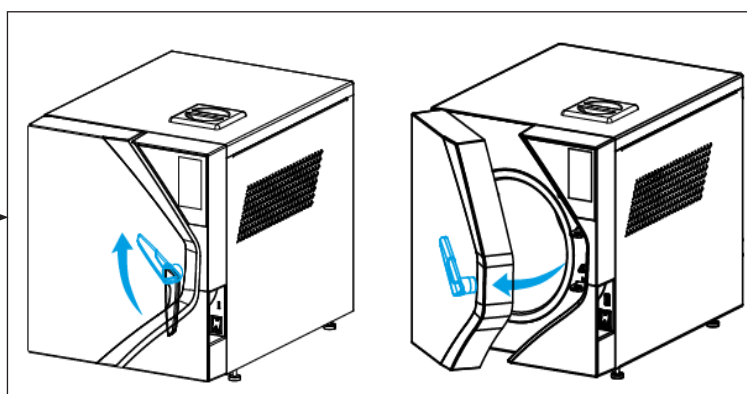

fig.8
- Öffnen Sie die Tür (fig. 8);